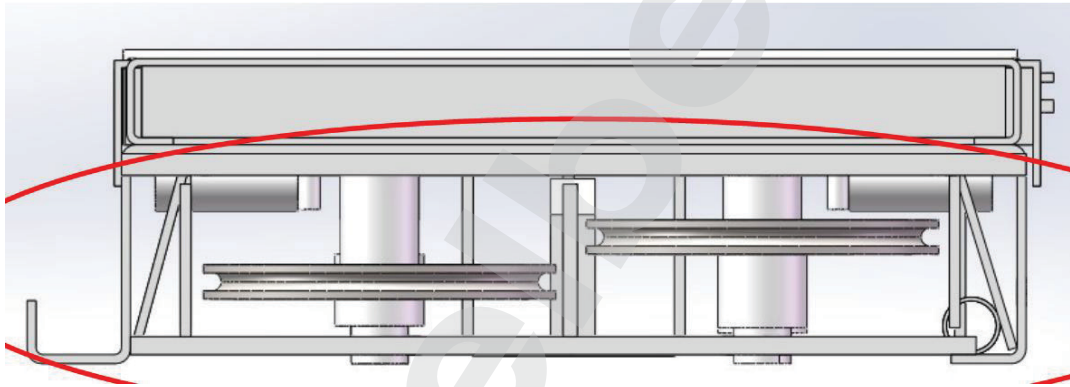

Рис. 7.1
3. Вы должны заново установить шкивы и штифты в том порядке, в каком они были сняты (см. рис. 7.1 и 7.2).